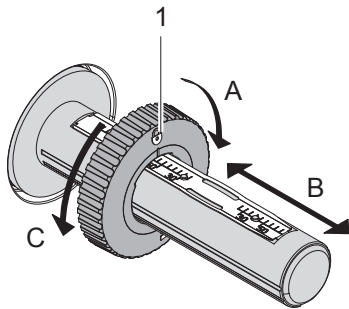

Bild 11 Inställning av kantstopp
3. Ställ in kantstoppen (1) på avlindaren (3) motsvarande bredden på färgbandet (Bild 11):
- Håll fast lindaren och frigör kantstoppen (1) genom att vrida i riktning A.
- Skjut kantstoppen (1) i riktning B och ställ in färgbandets bredd med hjälp av skalan.
- Håll fast lindaren och lås kantstoppen (1) genom att vrida i riktning C.
4. Skjut sedan in färgbandsrullen (5) på avlindaren (3) till kantstoppen (1) så att färgbandets färgbeläggning är riktad nedåt vid avrullning.